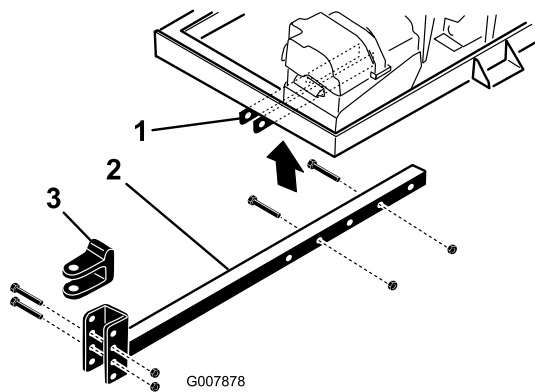

Figura 4
- Fissate il tubo dell'attacco di traino alle staffe del telaio (Figura 4) con 2 bulloni ($\frac{3}{8}$ " x 3") e 2 dadi flangiati ($\frac{3}{8}$ ").
- Inserite il tubo dell'attacco di traino nelle staffe del telaio (Figura 4).